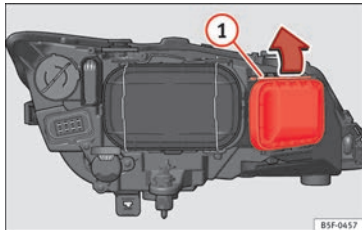

Abb. 210 Fernlichtleuchte.
- Verschieben Sie die Strebe » Abb. 210 ① in Pfeilrichtung und nehmen Sie den Deckel ab.